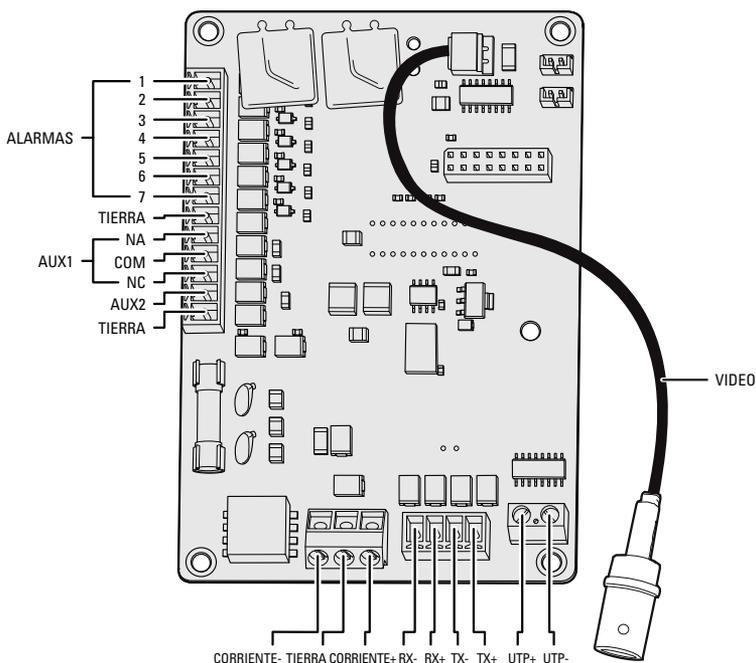

Figura 9. Conecte el cableado a la placa de circuitos
3. Conecte los cables auxiliares, de alarmas y el resto del cableado a la placa de circuitos dentro de la caja posterior (consulte la Figura 9).